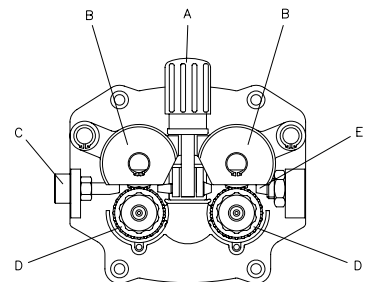

FIG. 5
- Allentare ed abbassate la manopola in plastica (A) e rilasciate la leva premifilo (B)(Fig.5). Estraiete eventuali residui di filo dalla guaina guidafilo (E).
- Rilasciare il filo dalla bobina e tenetelo stretto con un paio di pinze in modo che non possa srotolarsi. Se necessario, raddrizzatelo prima di inserirlo nella guida di entrata (C) del filo. Inserirvi il filo facendolo passare sopra al rullino inferiore (D) e nella guaina guidafilo (E).
- Aprite il pannello laterale. Allentate ed abbassate la manopola in plastica (A) e rilasciate la leva premi-filo (B) (Fig.5). Tagliate il filo (qualora sia già stato caricato) tenendolo sempre stretto con delle pinze in modo che non si srotoli e legatelo sull'apposito foro sul rocchetto. Svitare l'ugello e togliete la punta dalla torcia e con un paio di pinze sfilare il filo dalla guaina.